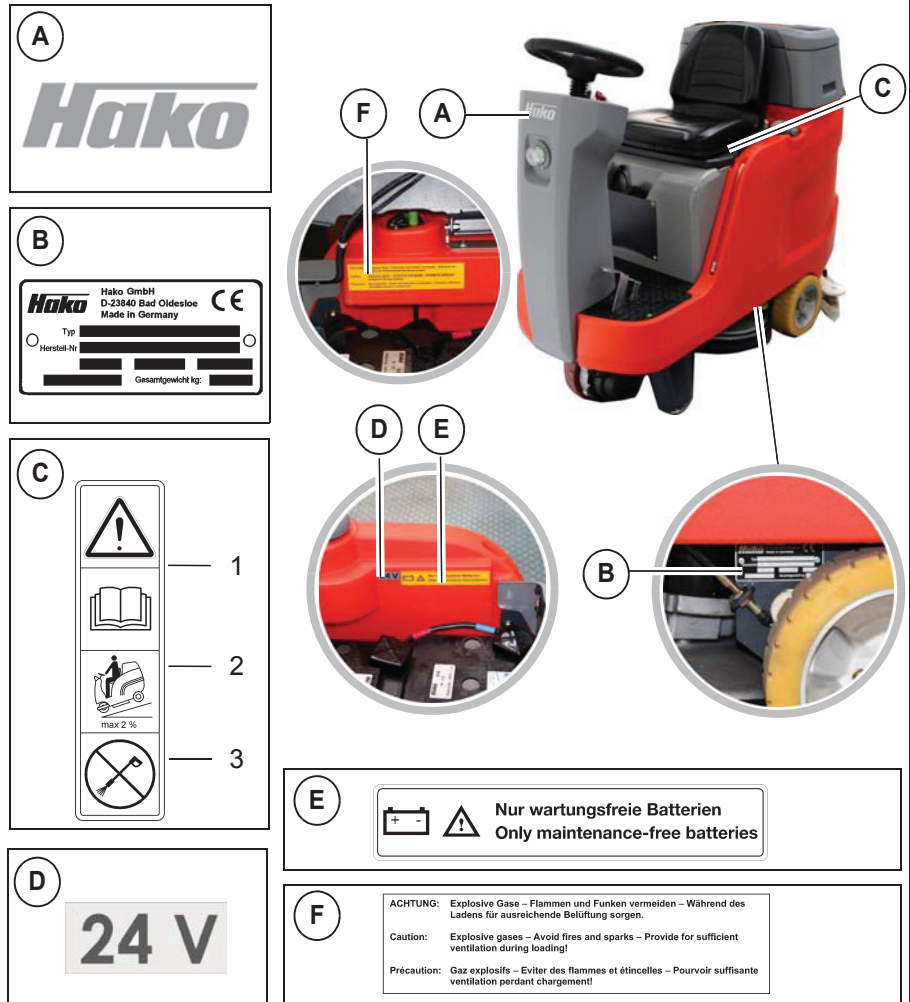

Fig. 1:
Autocollants : Logo Hako Fig. 1-A
Autocollant : Plaque signalétique Fig. 1-B
- Lire et respecter la notice d'instructions Fig. 1-C1
- Pente maximale admissible 2 % Fig. 1-C2
- Ne pas nettoyer la machine avec un nettoyeur haute pression Fig. 1-C3
Autocollant : 24 V Fig. 1-D
Autocollant : Batterie sans entretien Fig. 1-E
Autocollant : Gaz explosifs Fig. 1-F